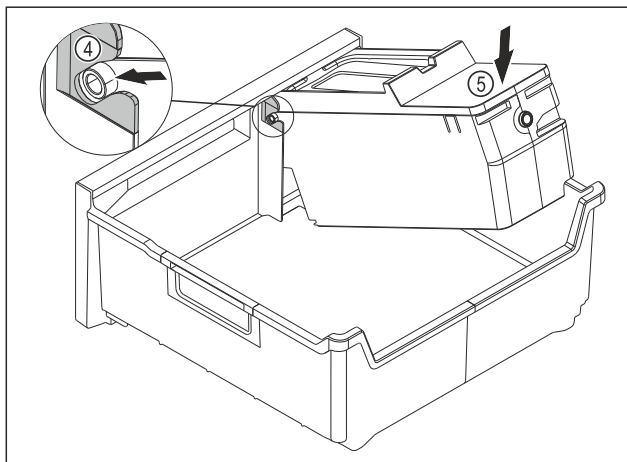

Fig. 134
- ▶ Montáž korpusu EasyTwist-Ice: Osi korpusu EasyTwist-Ice zasuňte do vedení Fig. 134 (4).
- ▶ Zatlačte korpus EasyTwist-Ice Fig. 134 (5) zozadu smerom nadol.